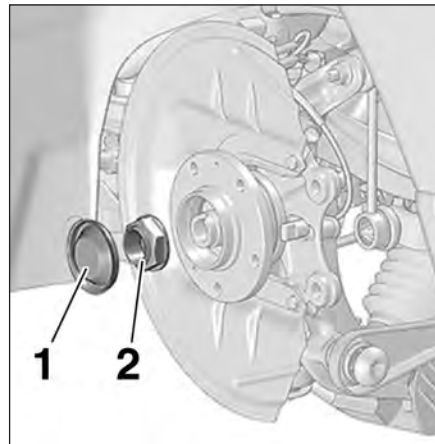

FIG.36
- le bouchon d'étanchéité (1) (Fig.36),
- l'écrou du moyeu (2),